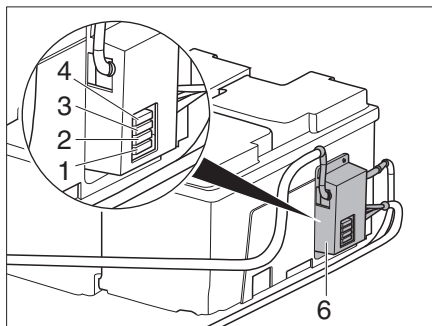
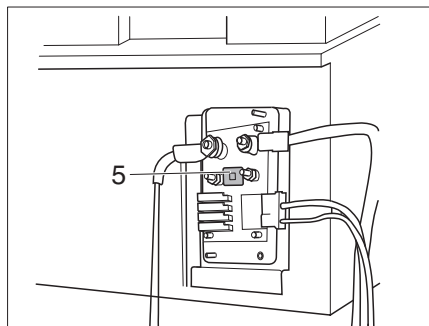

Fig. 314 Fusibili batteria dell'abitacolo (opzionale)
Fig. 315 Fusibile booster di carica (copertura rimossa)
► Per poter accedere al fusibile F5 (Fig. 315,5) per la linea di alimentazione della centralina EBL, è necessario rimuovere la copertura (Fig. 314,6).